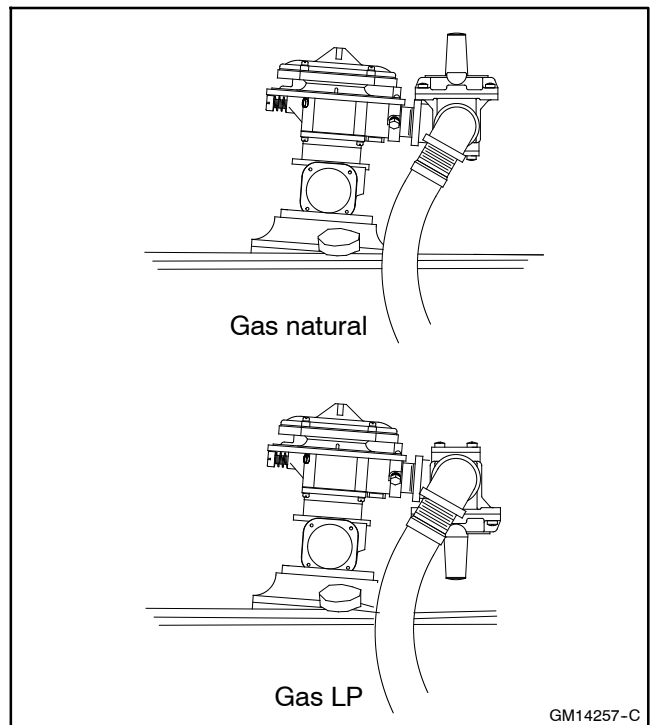

Figura 9-25 Posición del Regulador de Combustible para la Conversión de Gas Natural a Gas Vapor LP
- Consultar la Figura 9-25 para la configuración del regulador de combustible de gas natural. El regulador de combustible está apuntando hacia arriba para su uso con gas natural.
- Gire el regulador de combustible 180° en el sentido horario (CW) de modo que el regulador de combustible esté apuntando hacia abajo para el uso con gas LP como se muestra en la Figura 9-25.
- Aplicar el sellador de tuberías a las roscas del codo y buscar el tubo de combustible con el codo al lado opuesto del regulador de combustible como se muestra en la Figura 9-25. Aplicar el sellador de tuberías a las roscas en el otro extremo de el tubo de combustible y adjuntar a la conexión de suministro de combustible.